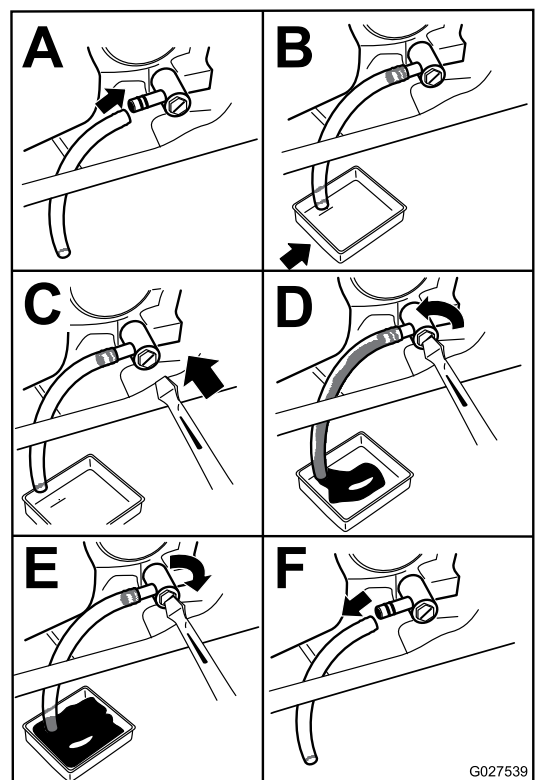

Figura 41
- Scurgei uleiul din motor (Figura 41).